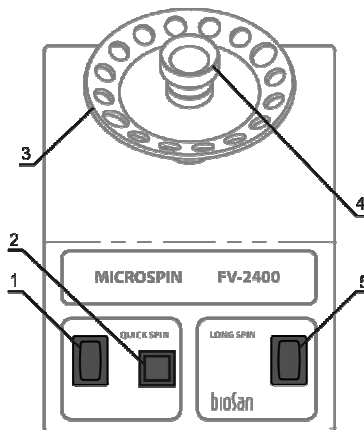

Abb. 1 Vorderseite
Das Gerät ist mit einem Befestigungsmechanismus für alle Typen der o.g. Rotoren ausgestattet. Der Bediener kann den Rotor für den gewünschten Röhrchentyp problemlos in 3 bis 5 s auswechseln. Um den Rotor auszutauschen (Abb. 1/3), halten Sie ihn mit einer Hand fest und drehen Sie mit der anderen den Vortex-Kopf (Abb. 1/4) gegen den Uhrzeigersinn. Wechseln Sie den Rotor aus und drehen Sie den Vortex-Kopf wieder ein.
- Drehen Sie den Schalter QUICK SPIN (Schnelles Spinning) (Abb. 1/1) auf die Position I (ON/EIN).
- Drücken Sie die Taste QUICK SPIN (Schnelles Spinning) (Abb. 1/2) für schnelles Mischen/Sedimentieren und halten Sie die Taste die gewünschte Dauer gedrückt. Nach Loslassen der Taste QUICK SPIN (Schnelles Spinning) stoppt das Gerät automatisch.
- Drehen Sie den Schalter QUICK SPIN (Schnelles Spinning) (Abb. 1/1) auf die Position O (OFF/AUS).
- Drehen Sie den Schalter QUICK SPIN (Schnelles Spinning) (Abb. 1/1) auf die Position **I** (ON/EIN).
- Halten Sie sanft mit den Fingern den oberen Teil des Röhrchens und drücken Sie den unteren Teil zum Boden des Vortex-Kopfes mit dem konischen Hohlraum (Abb. 1/4).
- Drehen Sie den Schalter QUICK SPIN (Schnelles Spinning) (Abb. 1/1) auf die Position **O** (OFF/AUS).
- Platzieren Sie eine GERADE Anzahl von sich gegenüberstehenden Röhrchen in die Steckplätze des Rotors (Abb. 1/3).
- Stellen Sie den Schalter LONG SPIN (Langes Spinning) (Abb. 1/5) auf die Position **I** (ON/EIN), um die Sedimentierung zu starten.
- Stellen Sie den Schalter LONG SPIN (Langes Spinning) (Abb. 1/5) auf die Position **O** (OFF/AUS), um die Sedimentierung zu beenden.